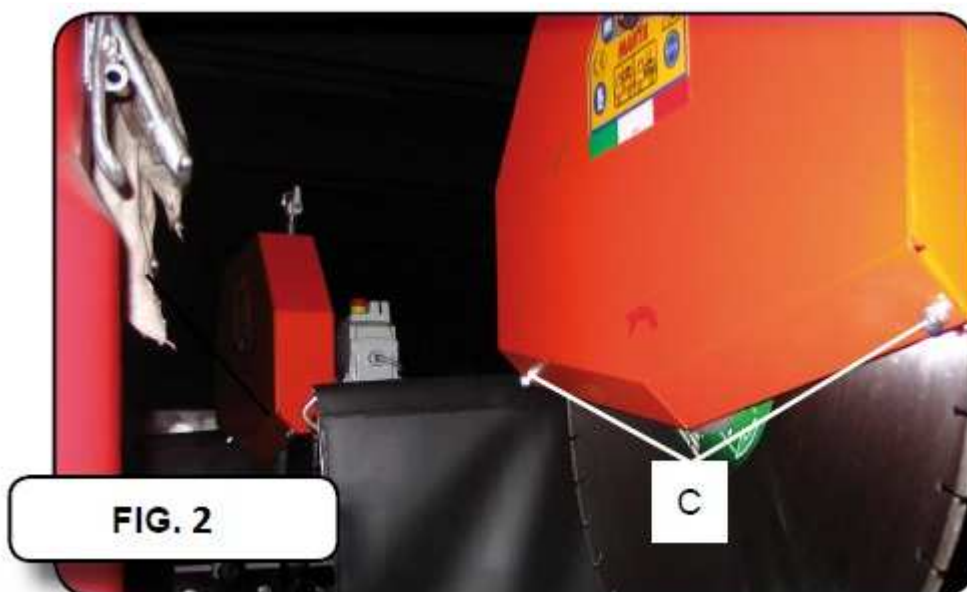

Figura 11 - Smontaggio protezione disco lama
- 2) Smontare il riparo fisso di protezione anteriore al disco lama, svitando i due bulloni destro e sinistro (RIF.C Figura 11) in modo da accedere alle flange di bloccaggio dell'utensile.